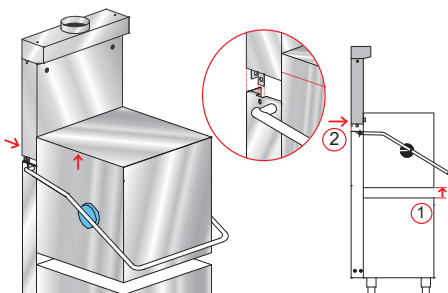

Abb. 12
- Die Haube um ungefähr 10 cm heben (siehe Abb. 12 - Detail 1).
- Den Wärmetauscher über seinem endgültigen Sitz ausrichten (siehe Abb. 12 - Detail 2).
- Den Wärmetauscher senken, bis er im Sitz aufliegt (siehe Abb. 12).